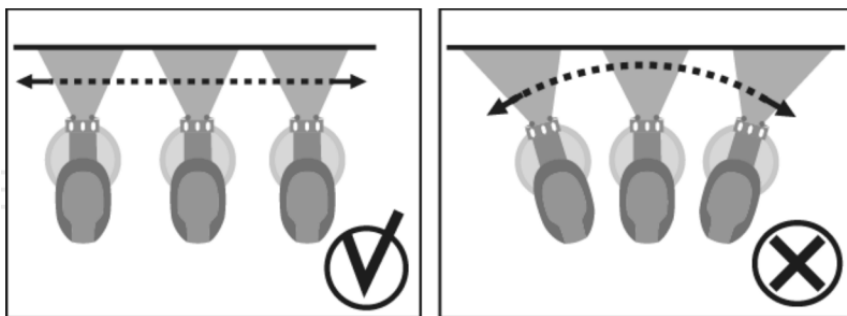

Рисунок 10. Схема нанесення матеріалу на поверхню.
3. Фарбування починати із зовнішнього боку робочої зони, тримаючи розпилувач паралельно, на однаковій відстані, приблизно 10-30 см від об'єкта (рис. 10).